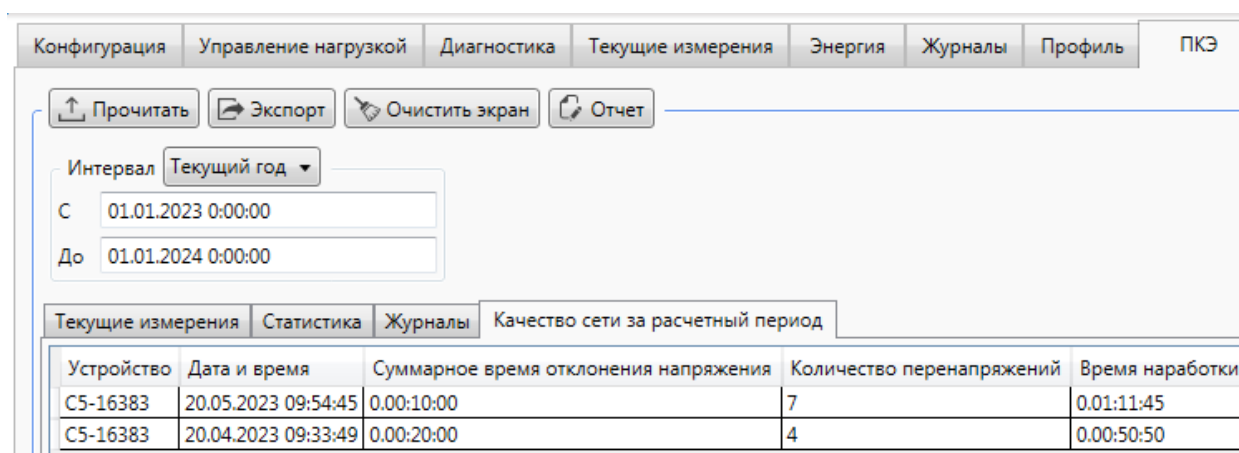

Рисунок 9.52 – Просмотр журнала качества сети за расчетный период
9.6.6.10 Для просмотра журнала качества сети за расчетный период необходимо перейти на вкладку *ПКЭ* области параметров программы КОНФИГУРАТОР и затем на вкладку *Качество сети за расчетный период* (рисунок 9.52).